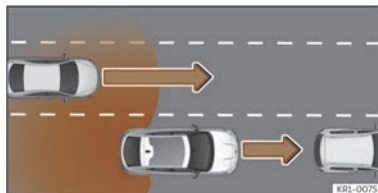

Fig. 151 Dépassement avec circulation à l'arrière.
- Lorsque le véhicule est dépassé par un autre véhicule >>> **fig. 151**.